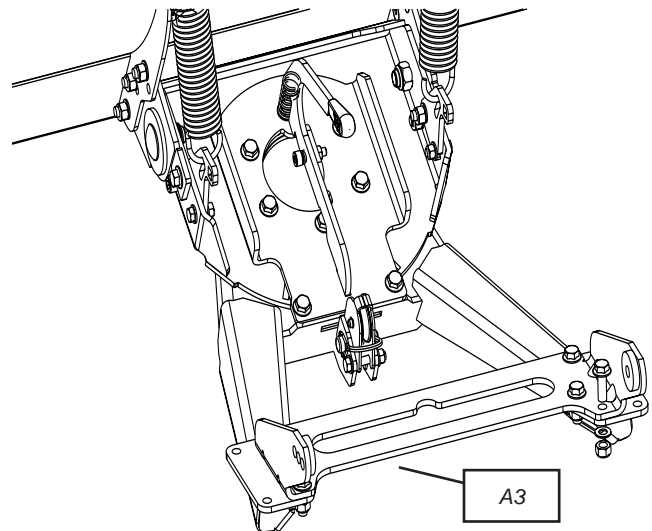

Figure 11 Installez la bride de kit de montage de lame
- Consultez le manuel d'instructions du tube poussoir Warn au sujet de l'installation de la bride de kit de montage de lame (A3). Voir Figure 11.